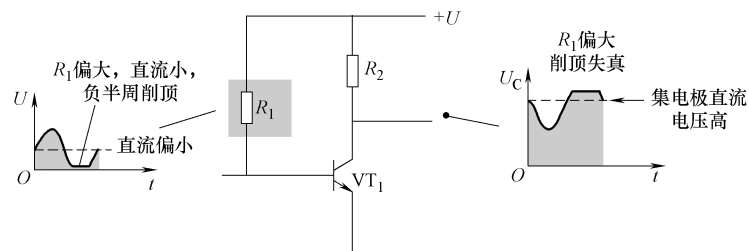

图 11-87 示意图
3)  $R_1$  阻值偏大。当  $R_1$  阻值偏大时， $VT_1$  基极电流偏小，输入信号的负半周顶部容易进入晶体管的截止区，造成削顶失真，如图 11-87 所示。